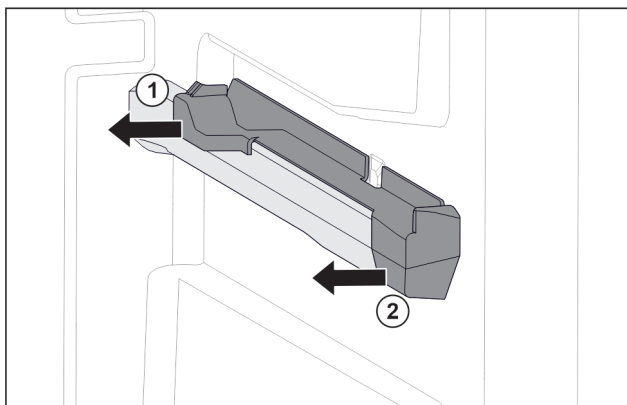

Fig. 123 Nasazovací díl na pravém žebrování na nádoby
- ▶ Stáhněte nasazovací díl vzadu na stranu. Fig. 123 (1)
- ▶ Stáhněte nasazovací díl vpředu na stranu. Fig. 123 (2)